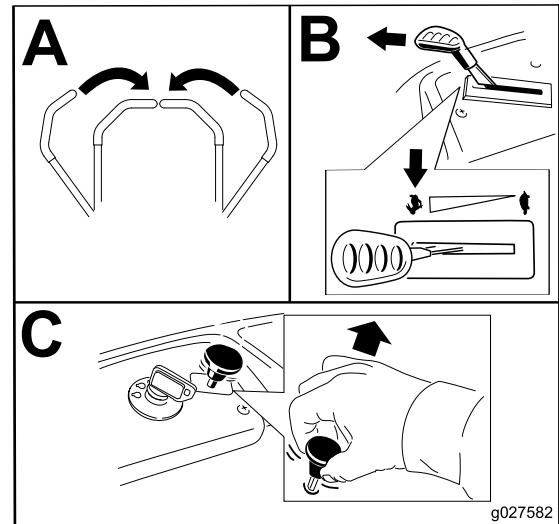

Figura 12
2. Mueva la palanca del acelerador a la posición de RÁPIDO (Figura 12).